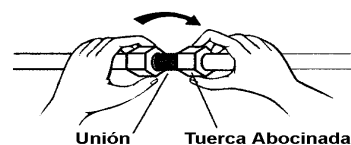

Figura 16
9. Para una conexión apropiada, alinee el tubo de unión y el tubo abocinado en forma nivelada uno frente al otro y atornille la tuerca abocinada, primero ligeramente, para lograr un acople uniforme. (Figura 16).